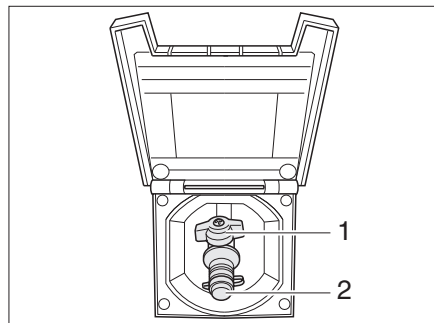

Bild 244 Externer Gasanschluss, Gasabsperrentil geschlossen
Der externe Gasanschluss (Bild 244) befindet sich auf der rechten Fahrzeugseite. In Ausnahmefällen befindet sich der externe Gasanschluss auch auf der linken Fahrzeugseite oder im Heck.
- Externes Gasgerät an der Anschluss-Stelle (Bild 244,2) anschließen.
- Das Gasabsperrentil (Bild 244,1) öffnen.